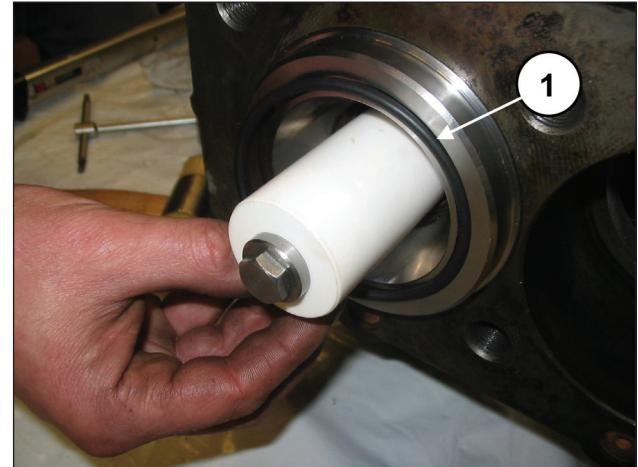
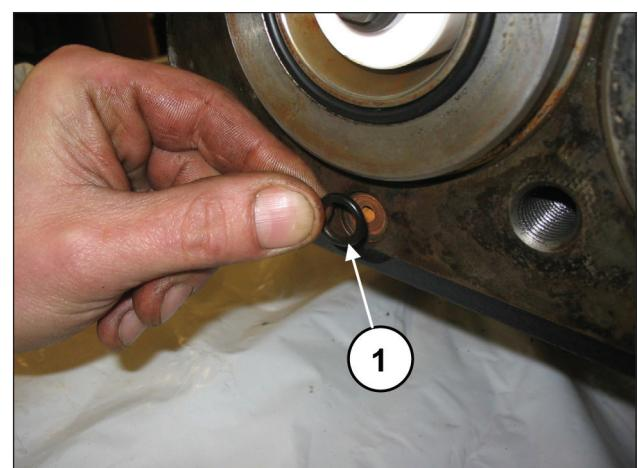

Abb. 152
Abb. 153
Montieren Sie den frontseitigen O-Ring der Buchse (Pos. ①, Abb. 152) und den O-Ring der Umlaufbohrung (Pos. ①, Abb. 153).